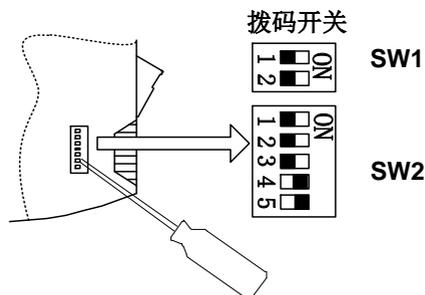

图 3-2-1 IO 模块硬件地址修改方法
SW1 的第二位为匹配电阻开关 (R)，当 RS-485 接口通信波特率为 1Mbps 时，需将 IO 模块其中一个的 SW1 开关的第二位拨成 ON，IO 模块默认波特率 115200bps。IO 模块使用前需要配置硬件地址，拨动 IO 模块侧面的拨码开关 SW2，将 IO 模块的硬件地址修改为 1 至 16 之间，如图 3-2-1 所示。IO 模块地址为 0 时，主控器不能与 IO 模块通信。